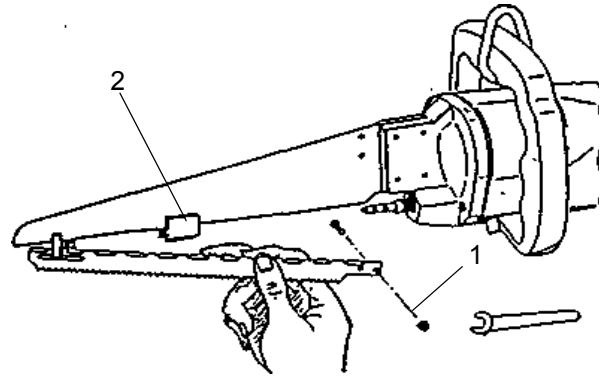

Abbildung 3: Sägeblattwechsel
- Sechskantmutter (1) abschrauben und Sägeblatt durch seitliches Schwenken von Hand aushängen. (siehe Abb. 3)
- Sägeblatt wechseln und in umgekehrter Reihenfolge montieren, Sägeblattführung (2) mit Spezialfett 001 365 623 fetten.